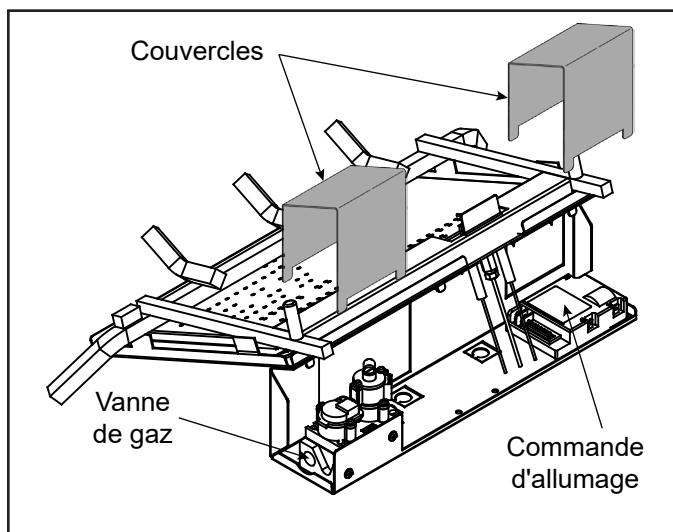

Figure 8.4 Installation des couvercles de composants
2. Installez les couvercles de manière à recouvrir entièrement la vanne de gaz de l'appareil et le module de commande d'allumage. Voir figure 8.4.